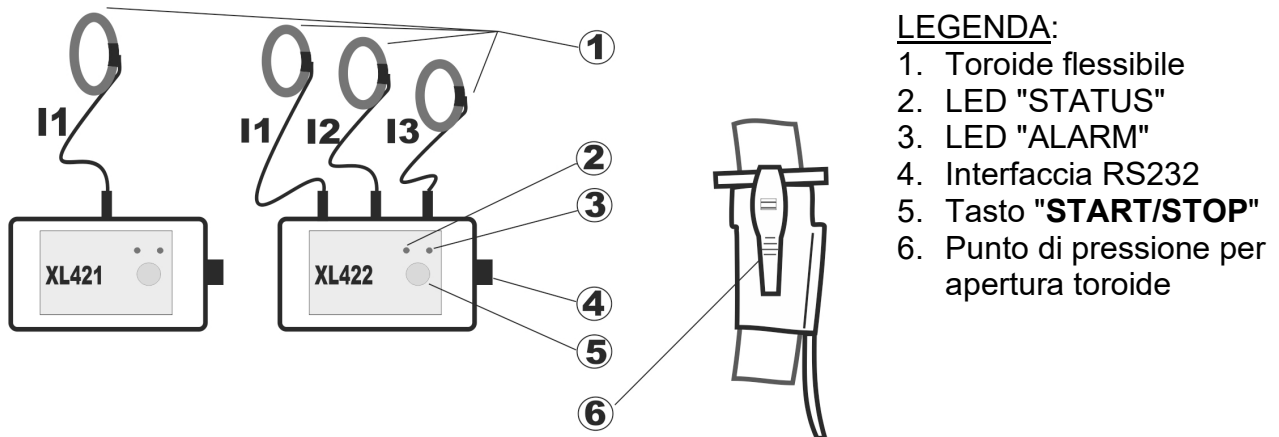

Fig. 1: Descrizione dello strumento
2. Aprire il toroide flessibile esercitando una pressione sui punti previsti (vedere Fig. 1).
2. Aprire il toroide/i flessibile/i esercitando una pressione sui punti previsti (vedere la Fig. 1).